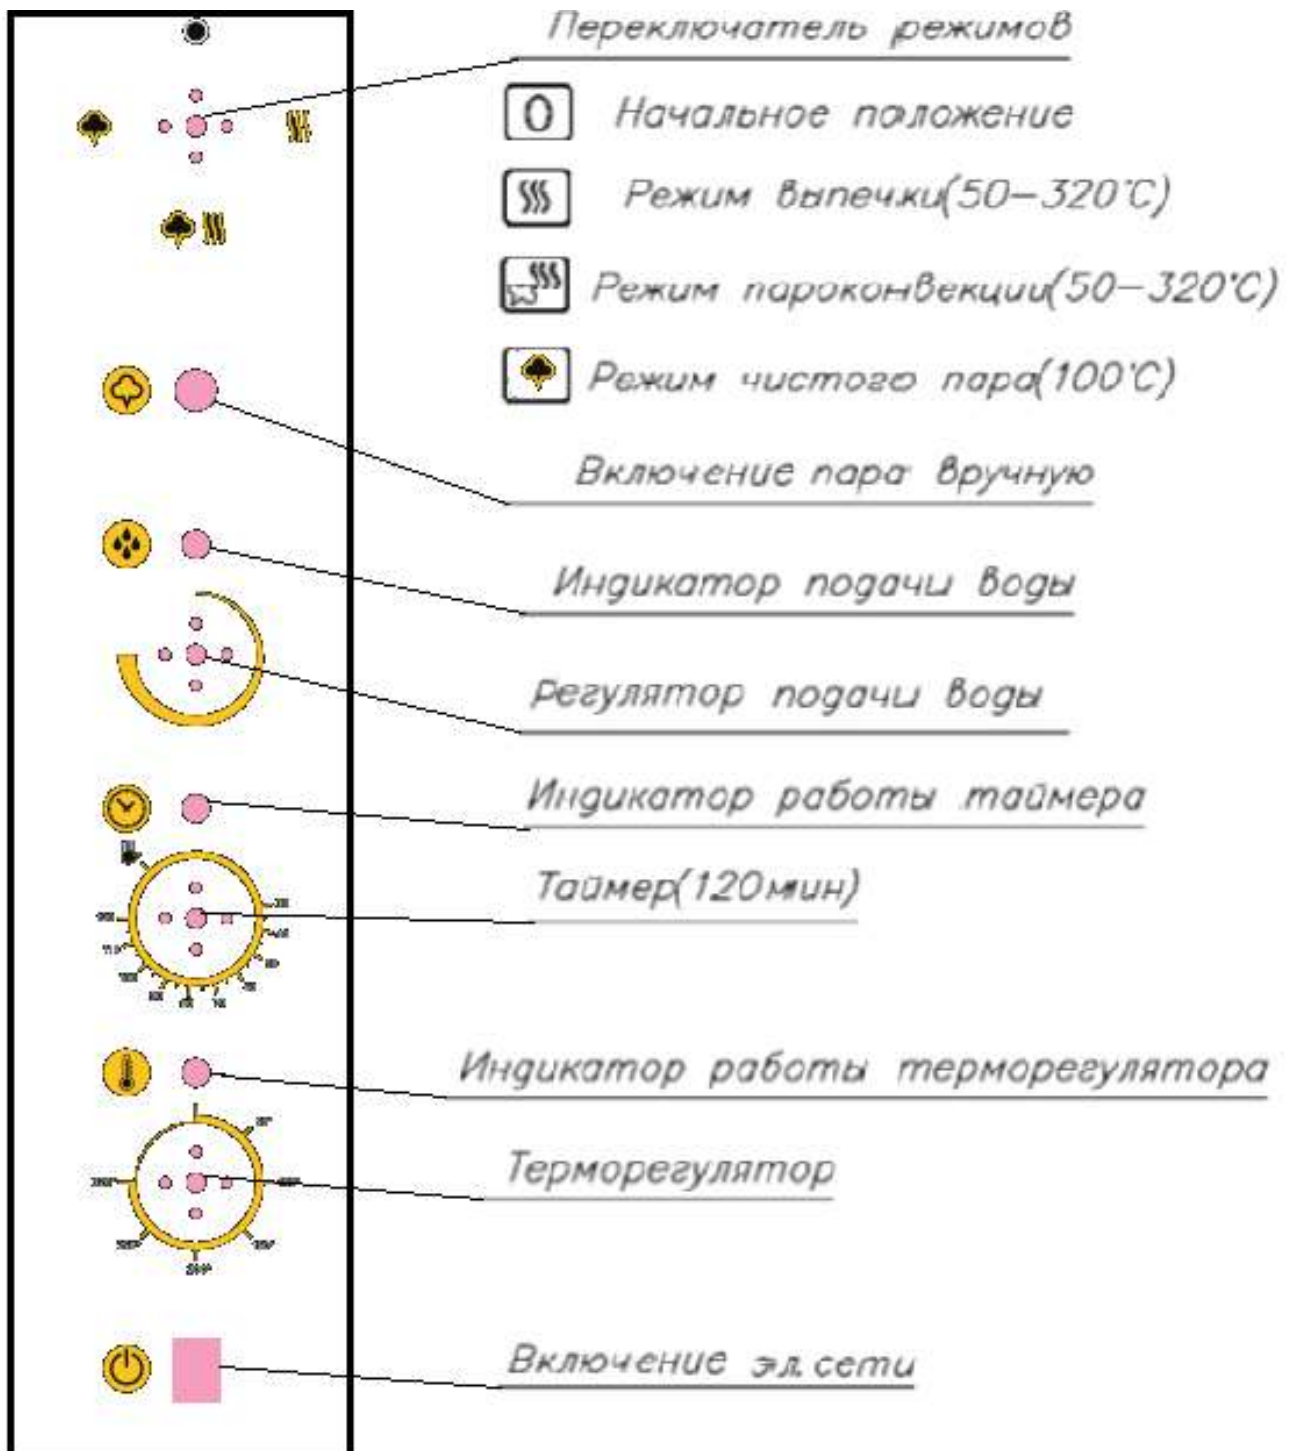

Рис.1
5.1. Элементы управления указаны на рис.1. Основные части изделия указаны на рис.2 и перечислены в таблице 1.
- 8.3. Установка работает в трех режимах приготовления пищи, режимы задаются с помощью элементов управления см.рис.1.
- 8.4.1. Включить подачу электрического тока, нажав выключатель электросети (см. рис.1).
8.5.1. Включить подачу электрического тока, нажав выключатель электросети (см.рис.1).
8.6.1. Включить подачу электрического тока, нажав выключатель электросети (см.рис.1).
8.6.5. Вода из водопроводной сети через электромагнитный клапан поступает в парогенератор, где ТЭНы превращают ее в пар. Пар с небольшим избыточным давлением (не более 0,25 бар.) поступает в рабочую камеру. При понижении уровня воды ниже допустимого ТЭНы автоматически отключаются, гаснет индикатор работы парогенератора и загорается индикатор подачи воды рис.1.